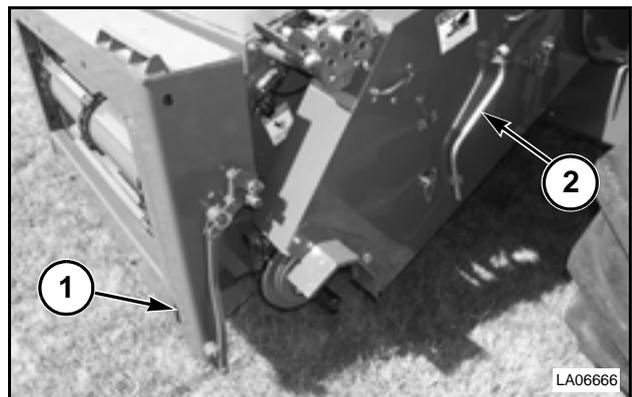

FIG. 237
FIG. 237: Girar las trabas (1) de la carcasa del embocador hacia adentro utilizando una llave (2). Bajar la carcasa del embocador. Alinear la esquina delantera izquierda de la carcasa del embocados con la brida guía izquierda ubicada en la apertura del cabezal. Conducir la cosechadora directamente dentro del cabezal.